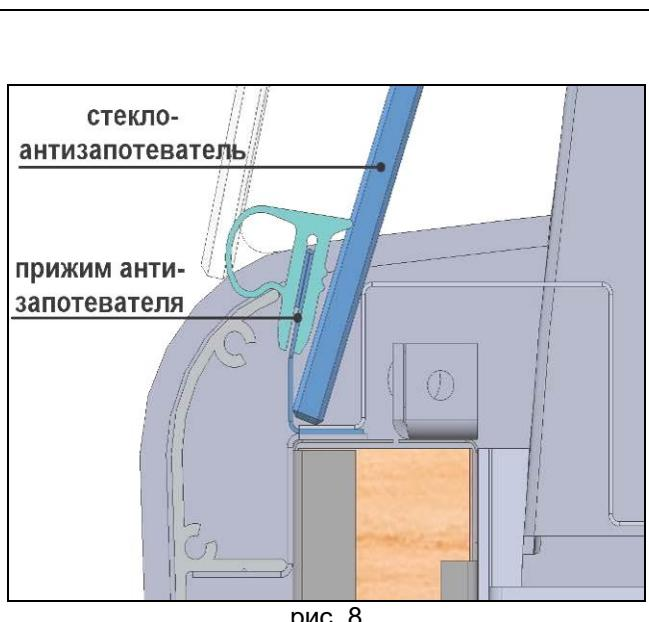

рис. 8
7. Аккуратно установить между прижимами антizапотевателей и вентиляционными панелями стёкла-антizапотеватели (рис. 8), уложить их на регулируемые клипсы (рис. 9). Регулировку наклона стёкол производить путём откручивания или закручивания винтов клипс.